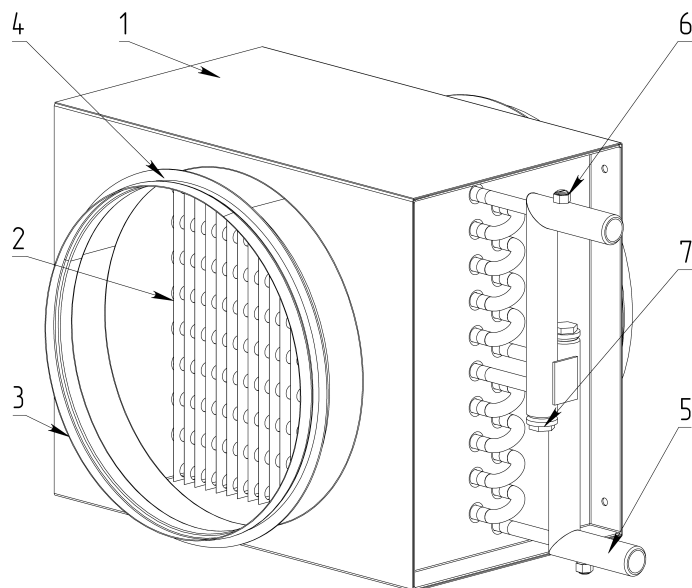

Рисунок 2.1 – Внешний вид воздухонагревателей
Воздушонагреватели стандартно изготавливаются в четырёх типоразмерах по присоединительным размерам стыковочного ниппеля (рисунок 2.1, поз.3). Устанавливаемый в них двухрядный теплообменник (поз.2) относится к классу медно-алюминиевых пластинчатых теплообменников. (поверхность теплообмена изготовлена из алюминиевых пластин и проходящих через них медных трубок). Расположение трубок шахматное. Неразборный корпус (поз.1) в стандартном исполнении изготавливается из оцинкованной стали марки 08ПС, при нержавеющей исполнении корпус изготавливается из нержавеющей стали марки AISI430. Пайка соединений осуществляется припоем с 5% содержанием серебра, что обеспечивает высокое качество паяных деталей.
5.2.2. Стравливание воздуха из теплообменника следует производить через верхнее отверстие в коллекторах (поз.6, рисунок 2.1), отвинтив заглушку.
5.2.6. В случае замятия ламелей теплообменника (поз.2, рисунок 2.1) их необходимо выпрямить специальным инструментом – гребёнкой.